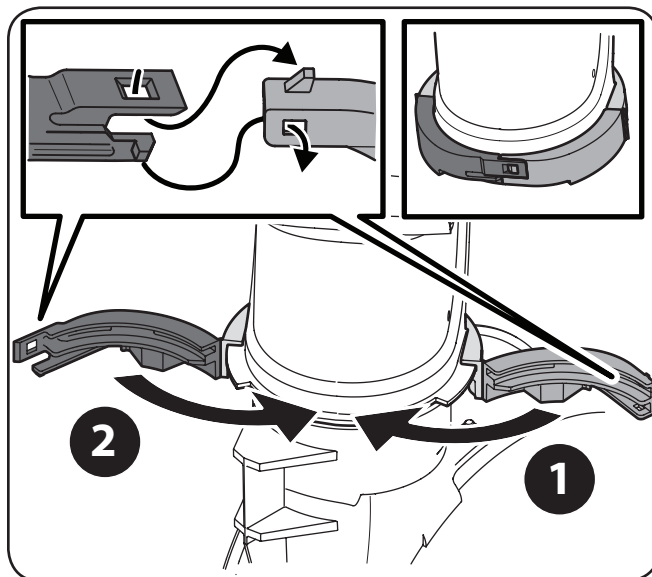

Figura 3-7
7. Sujete la banda para el canal al canal alineando primero las dos uniones de ajuste a presión y oprimiendo los dos extremos (1 y 2) para unirlos como se indica. Asegúrese de que las dos lengüetas de los extremos queden enganchadas, como se indica en el recuadro superior izquierdo de la Figura 3-7. Si se ensambla correctamente, la banda para el canal debe quedar como se muestra en el recuadro superior derecho de la Figura 3-7.
IMPORTANTE: Si debe extraer el canal por cualquier motivo, se debe usar un destornillador para soltar las lengüetas de traba que se mostraron anteriormente en el recuadro izquierdo de la Figura 3-7.